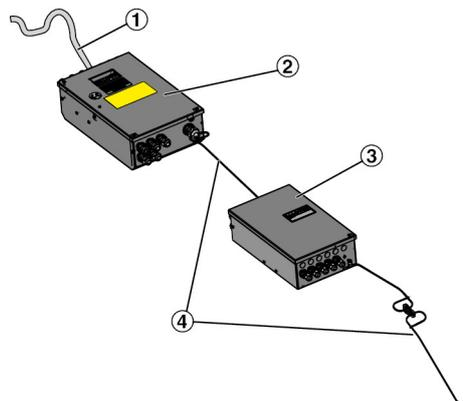

Abb. 8: Reglerbox und Klemmenkasten
1. ▶ Deckel vom Klemmenkasten (Abb. 8/3) demonstrieren, dazu die Kreuzschlitzschrauben lösen und den Deckel abnehmen.